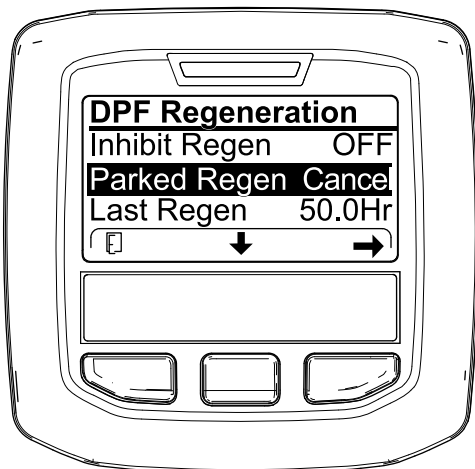
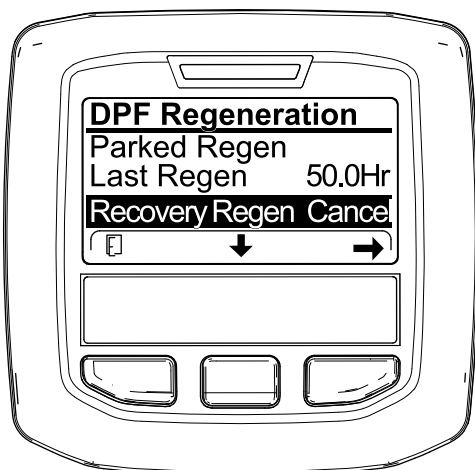

Figura 98
Figura 99
1. Accesai meniul DPF Regeneration (Regenerare DPF) (Figura 98).
2. Apăsai butonul central pentru a derula în jos către opțiunea PARKED REGEN CANCEL (Anulare regenerare în stare de parcare) (Figura 98) sau opțiunea RECOVERY REGEN CANCEL (Anulare regenerare de recuperare) (Figura 99).
3. Apăsai butonul din dreapta pentru a selecta accesarea Regen Cancel (Anulare regenerare) (Figura 98 sau Figura 99).